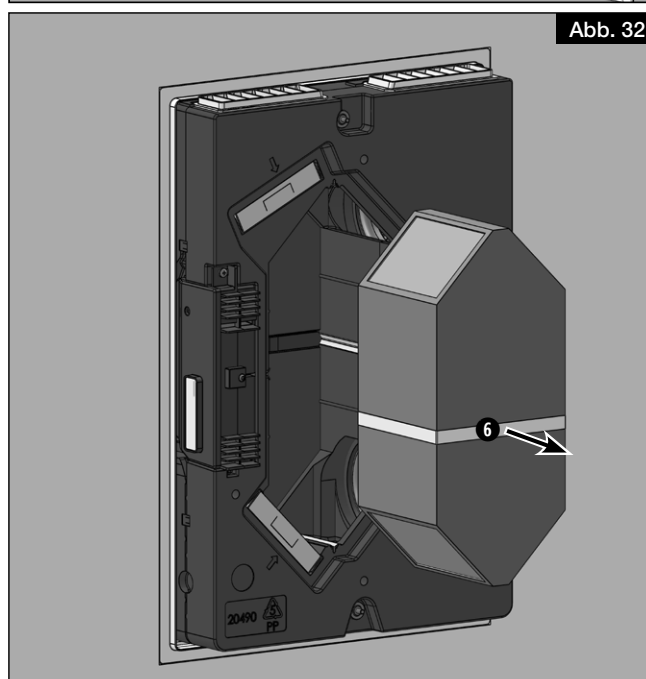

Abb. 32
2. Den Wärmetauscher vorsichtig am Halteband ❻ aus dem Gerät ziehen (siehe Abb. 32).